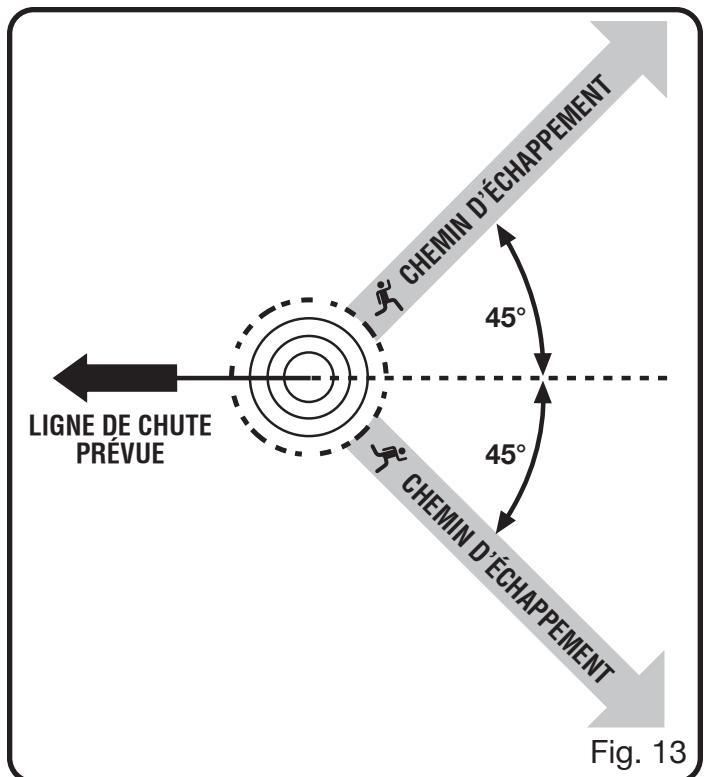

Fig. 13
Voir les figures 13 à 16.
- Avant de commencer une coupe, déterminer un chemin d'échappement (ou plusieurs au cas où le chemin prévu serait bloqué) déblayer les environs immédiats et s'assurer qu'aucun obstacle se trouve sur le chemin d'échappement prévu. Les trajectoires sécuritaires du chemin d'échappement doivent se situer à l'arrière et en diagonale (45°) à l'arrière de la ligne de chute prévue. Lorsque l'arbre commence à tomber, il faut s'écartez de la ligne de chute et suivre le chemin d'échappement et s'éloigner d'au moins 6 m (20 pi) du tronc au cas où l'arbre rebondirait sur la souche. Voir la figure 13.